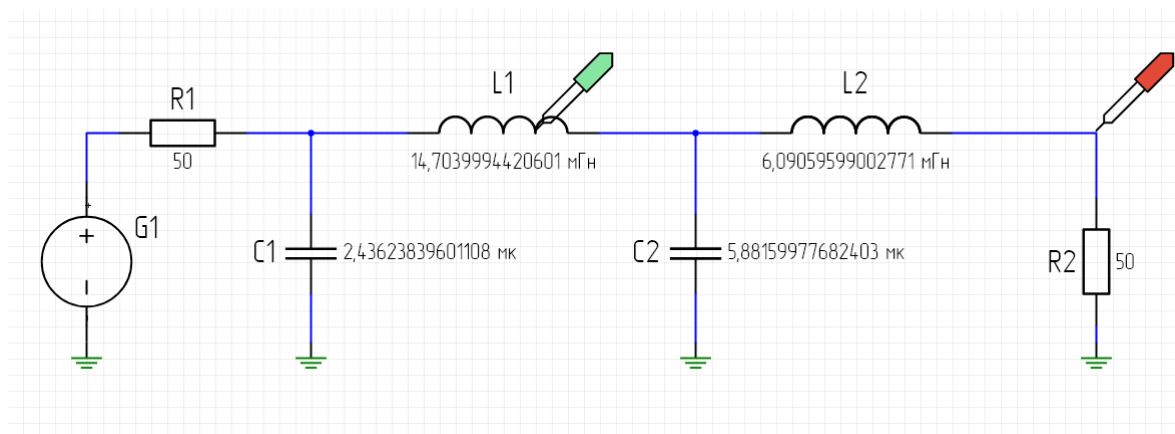

Рис. 230 Пример размещения щупов
1. Откройте схему и разместите два щупа: один – на индуктивность L1, второй – на цепь NET0002, см. Рис. 230.